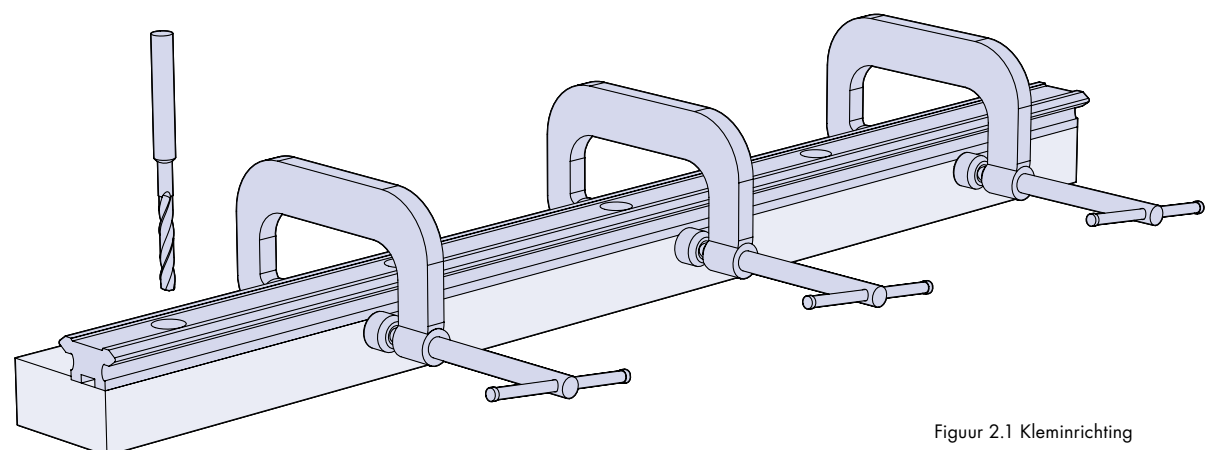

Figuur 1.3 Positie van gaten voor paspennen
1.2 Bij gebruik van de methode met paspennen, dienen de paspennen gepositioneerd te worden tussen elke andere bevestigingsgat van de geleiding zoals getoond in figuur 1.3. Bij gebruik van een kortere lengte geleiding wordt een minimum van 2 paspennen aanbevolen.